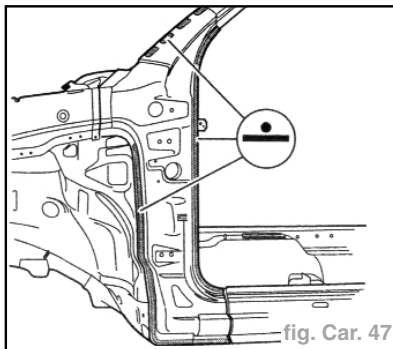

fig. Car. 47
- Souder le montant **A** à la pointeuse électrique (fig. Car. 47).